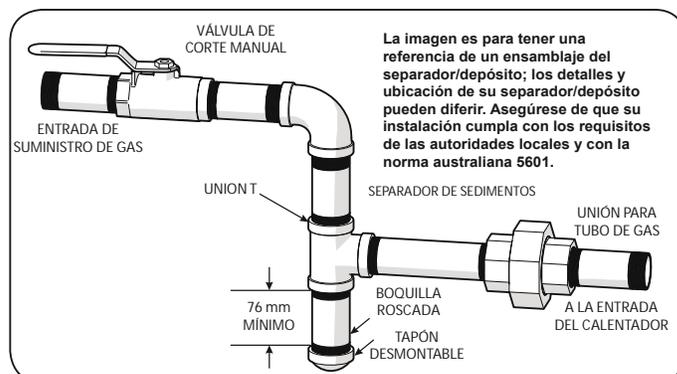

Figura 5. Válvula de corte manual y separador de sedimentos
- Sí así lo exigiera el código local, instale un separador de sedimentos/depósito de condensado y unión de gas de conformidad con la norma australiana 5601. Ver *Figura 5*.
No utilice conectores flexibles en las conexiones de gas a menos que el conector sea un conector AGA aprobado para instalación exterior, y esté identificado con la capacidad BTUH (que debe ser igual o mayor a la capacidad nominal de entrada del calentador) y el tipo de gas (natural o GPL). Además, los conectores flexibles, como por ejemplo las tuberías de acero inoxidable corrugado (CSST) enterradas bajo tierra, deben estar certificados para instalación bajo tierra y cumplir con todos los códigos aplicables. Tenga en cuenta que el uso de conectores flexibles de todos modos requiere la instalación de un separador de sedimentos. Ver *Figura 5*.